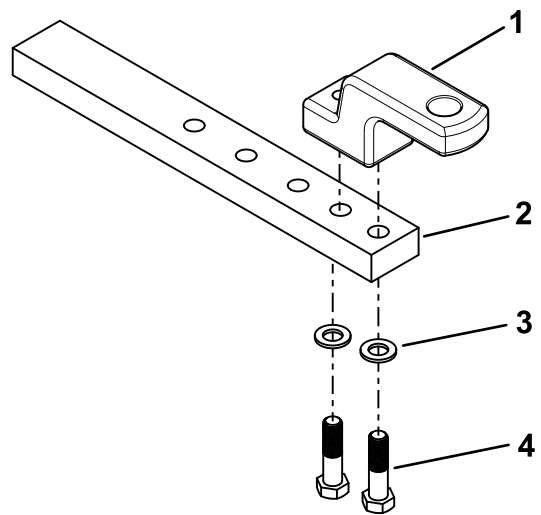

Figura 5
- Utilice 2 tornillos (M18) y 2 arandelas para sujetar la horquilla a la barra de tracción (Figura 5).